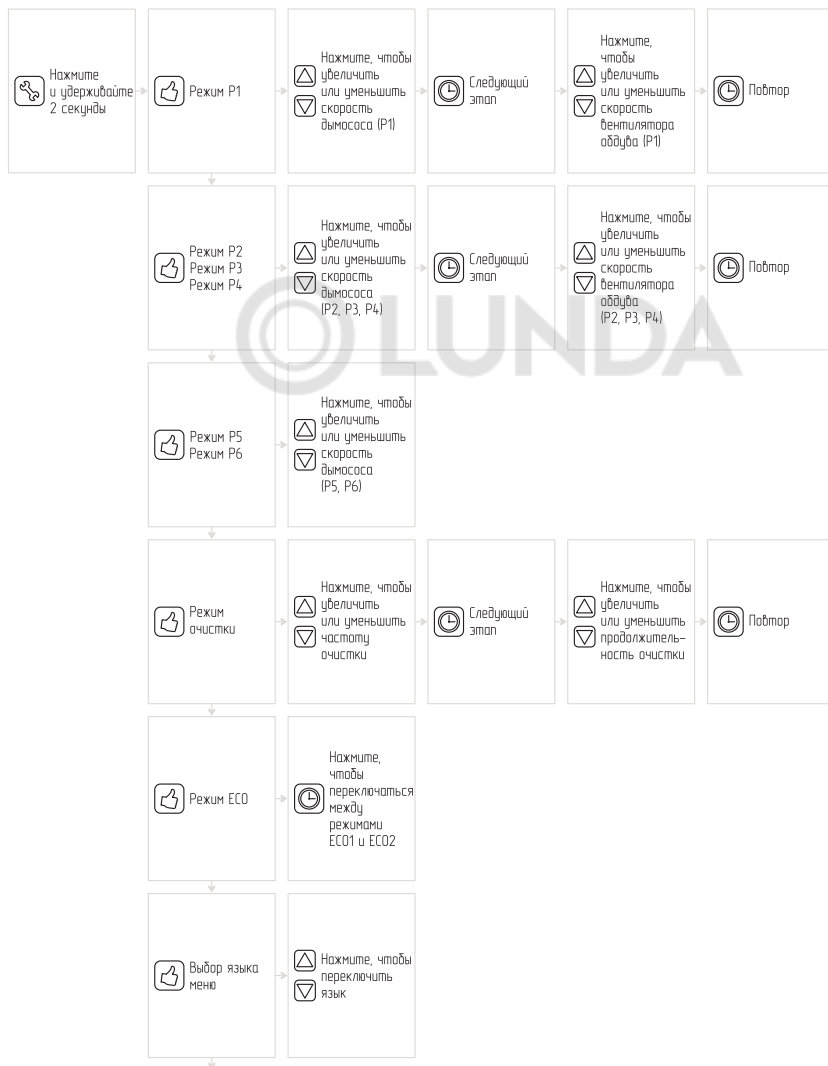
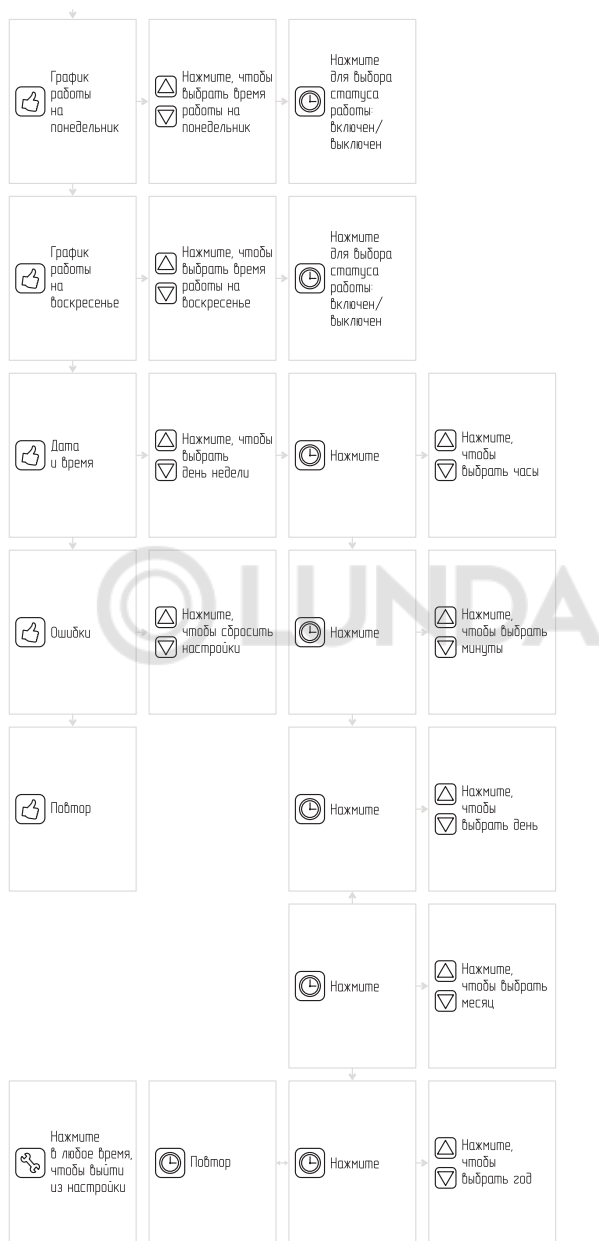

Рис.15 Блок-схема меню пользователя ч.1
Рис.16 Блок-схема меню пользователя ч.2
- Порядок пунктов меню показан на **Рис.15, Рис.16**. Переходя в следующий пункт меню, вы автоматически сохраняете изменения в предыдущем пункте;
Порядок пунктов меню показан на **Рис.15, Рис.16**. Переходя в следующий пункт меню, вы автоматически сохраняете изменения в предыдущем пункте;